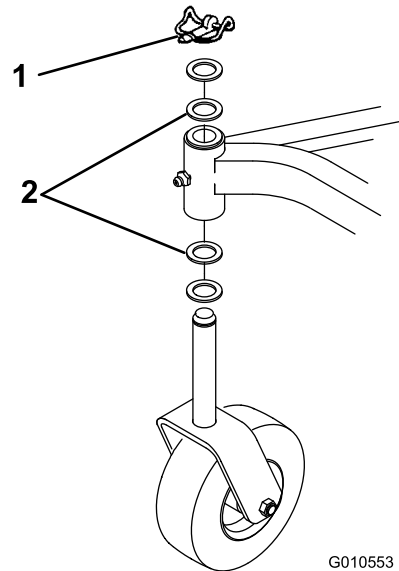

Figura 18
4. Inserte un botador fino en la parte superior o inferior del tubo de montaje y dé golpes hasta retirar el casquillo del tubo (Figura 18). Retire también el otro casquillo del tubo. Limpie el interior del tubo para eliminar toda suciedad.